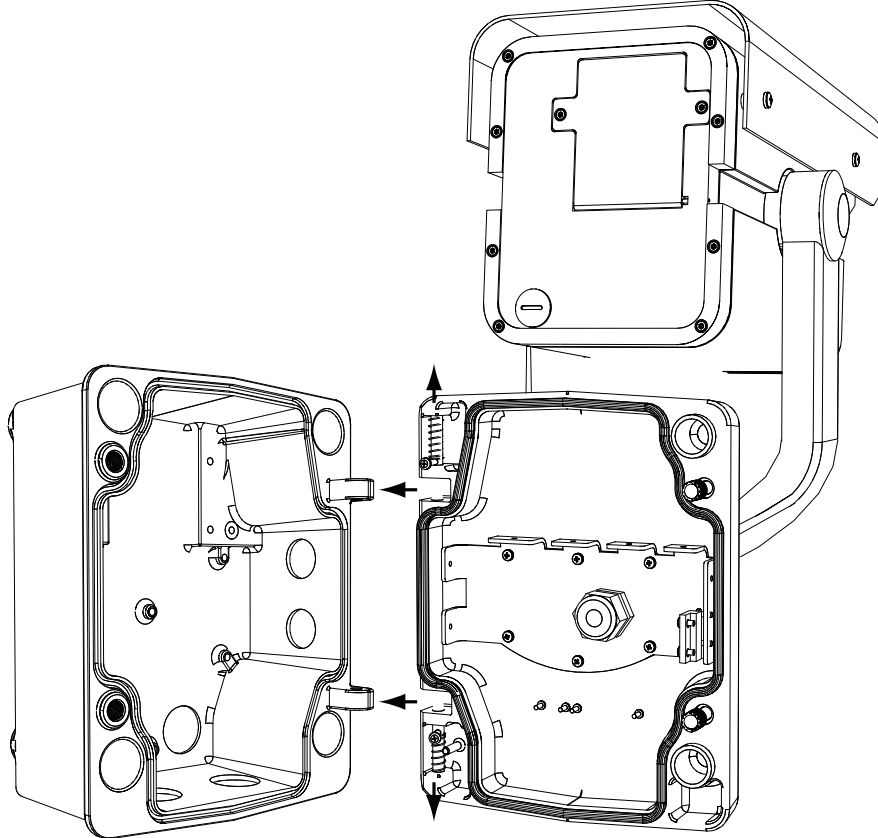

Figura 4.2 Alinhamento da dobradiça da caixa da câmara
3. Corte todos os fios com folga suficiente para alcançar os terminais de conector da caixa, mas não com demasiada, evitando que sejam entalados. Ver *Figura 4.2, Página 16*, em cima, para se inteirar da localização dos conectores.
3. Mantendo o pino da dobradiça superior em posição de abertura, abra e alinhe as dobradiças superior e inferior da haste da câmara com os pontos de encaixe correspondentes da caixa de derivação. Ver a figura *Figura 4.2*, em cima.